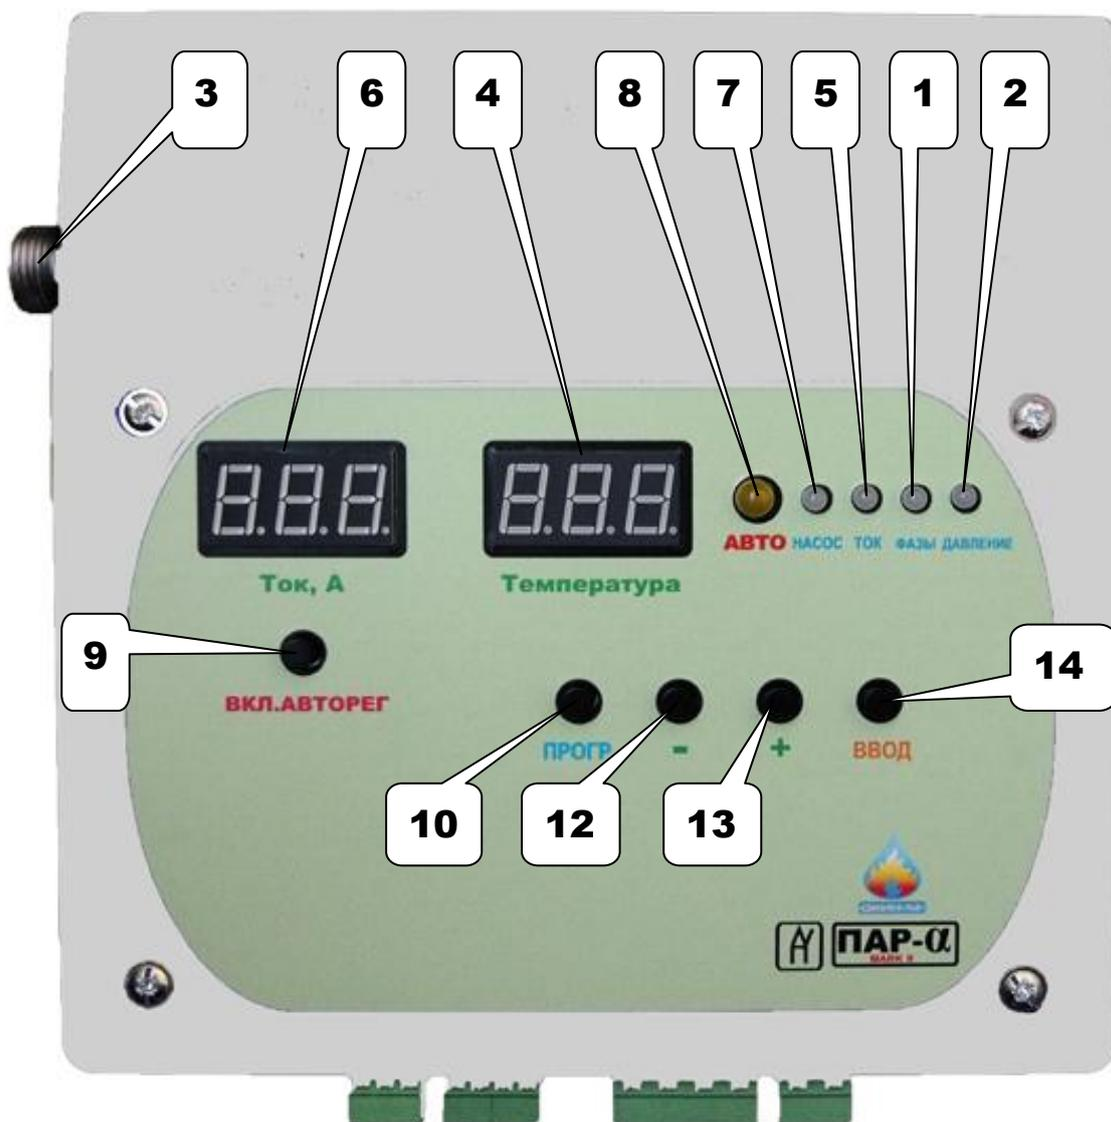

рисунок 1
для запитки ЭКМ берется от одной из фаз через входной разъем контроля фаз (поз. **3** рисунок 1). **Оператору категорически запрещено касаться манометра при включенном силовом автомате парогенератора.**
- Все работы по начальному подключению манометра производятся при **полностью отключенном питании парогенератора, а так же при отсоединенном от разъема 3 (рис. 1) блока управления «ПАР-АЛЬФА» провода контроля фаз.**